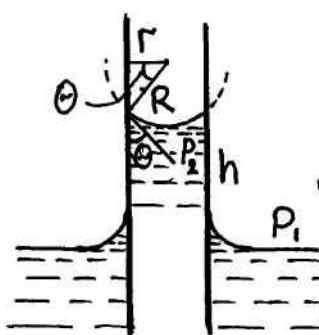

Рис. 4
Применим формулу Лапласа для расчета высоты поднятия жидкости в цилиндрическом капилляре радиуса r (рис.4). Пренебрегаем изменением давления жидкости при изменении высоты на величину порядка r . В этом приближении разность давлений $p_2 - p_1$ будет одной и той же во всех точках мениска в капилляре. То же относится к средней кривизне $\frac{1}{R_1} + \frac{1}{R_2}$, как это следует из формулы Лапласа (6). Кроме того, ввиду симметрии $R_1=R_2=R$. Поэтому в рассматриваемом приближении мениск можно считать сферическим. Его радиус кривизны равен $R = r/\cos\Theta$, где Θ – краевой угол. В рассматриваемом случае p_1 – атмосферное давление, а p_2 – давление жидкости на уровне мениска. Эти давления связаны соотношением $p_1 - p_2 = \rho gh$, где h – высота поднятия, а ρ – плотность жидкости. Сравнивая эту формулу с формулой (8), получим: